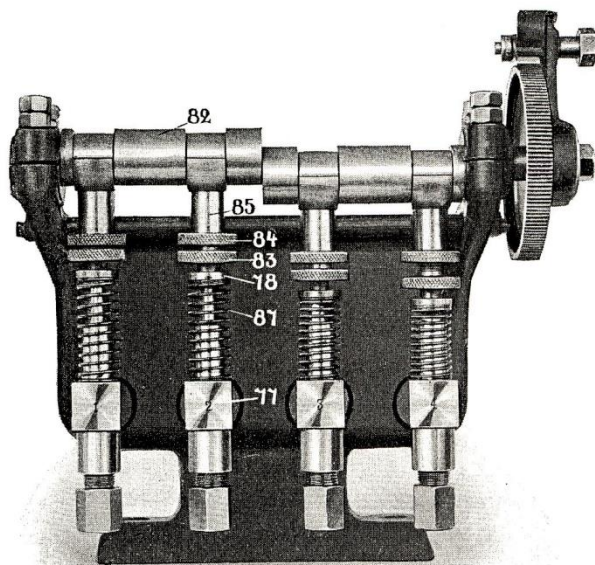

Fig. 11.
MOTORNS SMÖRJNING (se fig. 11) sker medelst en patenterad s. k. centralsmörjapparat, bestående af en oljebehållare försedd med ett antal oljepumpar, som hvar och en pumpar olja till respektive smörjställe. Under hvarje pump (77) sitter en oljeventil (märkt o), som hindrar oljan att tryckas tillbaka af kompressionen i cylinder och vefhus. Kolfven (78) tryckes ned af mellanstycket (85), som får sin rörelse från axeln (82) och tryckes upp af fjädern (87). Regleringen af den in-pumpade oljemängden åstadkommes genom att, sedan man först lossat på kontramuttern (84), medelst skrufven (83) förlänga eller förkorta mellanstycket (85). Genom förlängning d. v. s. genom att skrufta ned skrufven (83) erhålles mer olja och tvärt om.